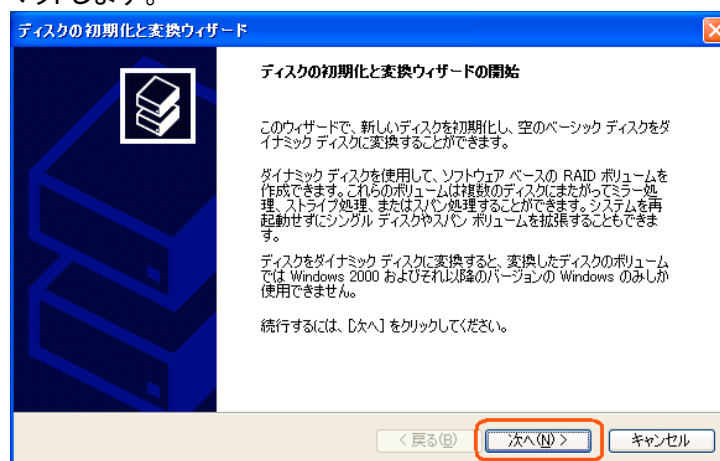

図 8 新しいディスクの検出
- [コンピュータの管理] – [ディスクの管理]メニューを選択すると、下図 8 のようなポップアップ・メニューが表示されるのでディスクをフォーマットします。